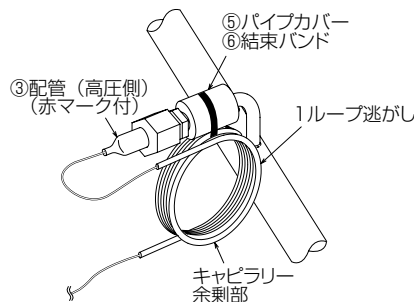

図4
高圧側はチェックジョイント部に部品⑤パイプカバーを巻き付けて部品③配管のキャピラリー余剰部は1ループ逃がして部品⑥結束バンドで固定してください。チェックジョイントの向きはユニットによって異なります。(図4)